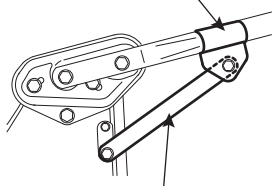

Fig. 4
3. Enlevez les boulons du logement et fixez temporairement la barre de soutien du guidon sans la serrer. (Voir Figs. 4)